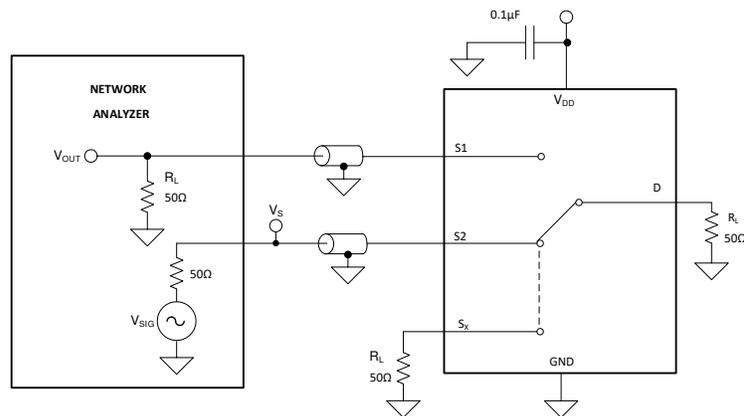

図 7-9. チャンネル間クロストーク測定時の設定
クロストークは、オンチャンネルのソース ピン (Sx) に信号が印加された場合に、他のチャンネルのドレイン ピン (D) に現れる信号の比率として定義されます。図 7-9 に、クロストークの測定を行う際の設定と、クロストークの計算に使用する式を示します。